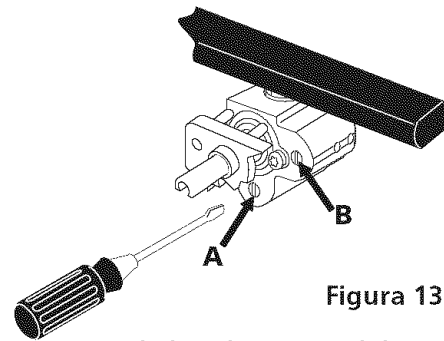

Figura 13
- El tamaño de la flama de la porción posterior del quemador puente puede aumentarse o disminuirse dándole vuelta al tornillo **A** (vea Figura 13). Utilice el tornillo **B** para ajustar el tamaño de la llama de la porción central del quemador puente. Dé vuelta en sentido opuesto de las manecillas del reloj para aumentar el tamaño de la llama. Dé vuelta en sentido a las manecillas del reloj para disminuir la llama. Ajuste la llama hasta que usted puede dar vuelta rápidamente a la perilla de la posición LITE a la POSICIÓN MÁS BAJA sin extinguir la llama. La llama debe ser tan pequeña como sea posible sin apagarse.